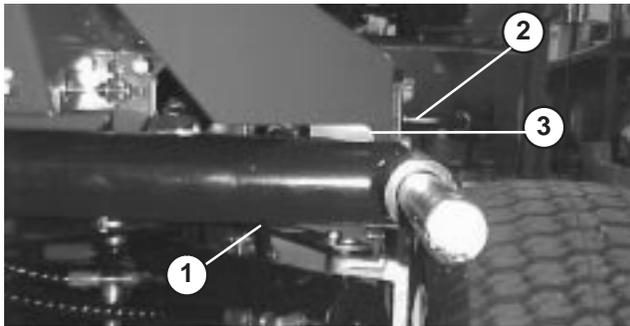
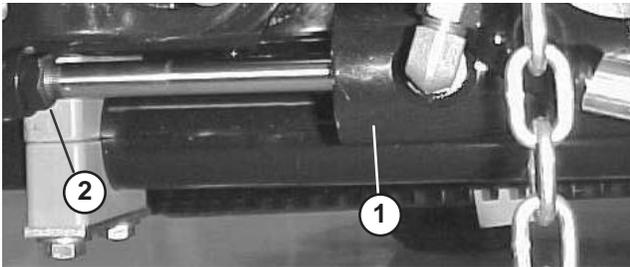
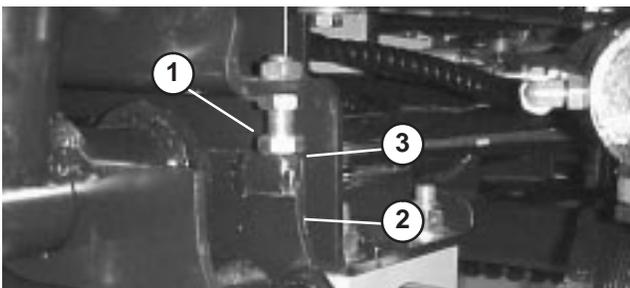

Bild 24
Bild 25
Bild 26
1. Lassen Sie den Motor an, heben Sie die Hubarme an. Stellen Sie sicher, dass der Abstand zwischen jedem Hubarm und der Bodenplattehalterung 4,6–8,1 mm beträgt (Bild 24). Sollte der Abstand nicht in diesem Bereich liegen, drehen Sie die Anschlagsschrauben (Bild 26) zurück und stellen Sie den Zylinder so weit ein, dass sich der richtige Abstand ergibt. Drehen Sie zum Einstellen des Zylinders die Klemmmutter am Zylinder heraus (Bild 25), nehmen Sie den Stift von der Stange ab und drehen Sie den Lastbügel. Setzen Sie den Stift ein und prüfen Sie den Abstand. Wiederholen Sie das Verfahren bei Bedarf. Ziehen Sie dann die Mutter des Lastösenbolzens an.
2. Prüfen Sie, ob der Abstand zwischen jedem Hubarm und der Anschlagsschraube 0,12–1 mm beträgt (Bild 26). Sollte der Abstand nicht in diesem Bereich liegen, stellen Sie die Anschlagsschrauben entsprechend ein.